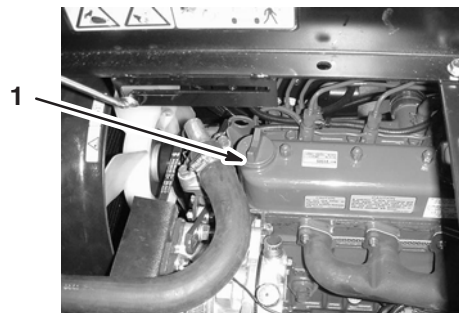

Figure 3
5. Si le niveau est trop bas, retirez le bouchon de remplissage du couvre-culasse (Fig. 3) et versez la quantité d'huile nécessaire dans l'orifice pour amener le niveau au repère maximum de la jauge.